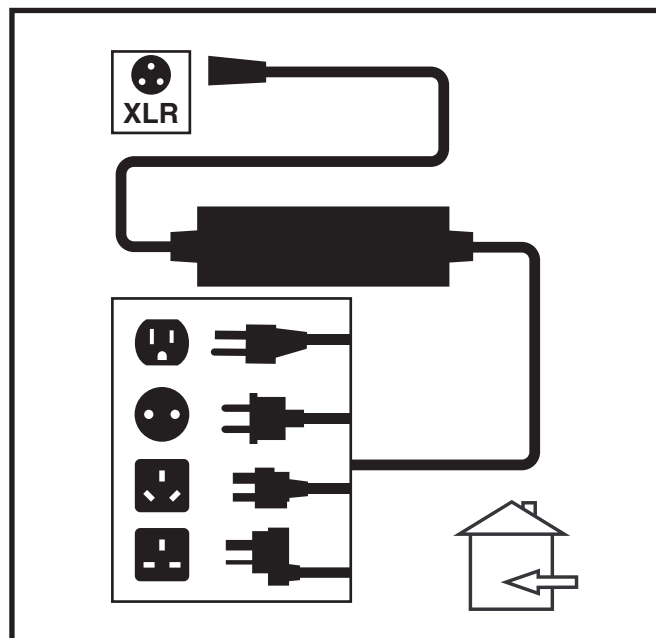

Figura 15. Caricamento della batteria
3. Collegare il caricabatterie esterno con la presa per caricabatterie esterno/programmazione sulla centralina. **Vedere figura 15.**